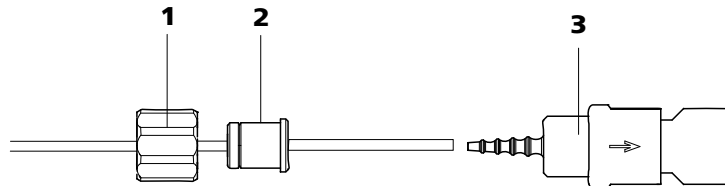

Figura 22 Instalación de una conexión de tubo de bomba con filtro
- **Caso A:** Conecte una conexión de tubo de bomba **con filtro** 6.2744.180 (véase Figura 22, página 43) o